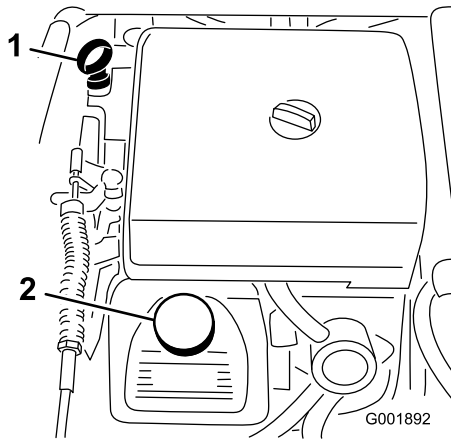

Figura 20
2. Retire la varilla y límpiela con un paño limpio (Figura 20). Introduzca la varilla en el tubo asegurándose de que entre a fondo. Retire la varilla y compruebe el nivel de aceite.
3. Si el nivel de aceite es bajo, retire el tapón de llenado de la cubierta de la válvula (Figura 20) y vierta aceite por el orificio hasta que el nivel llegue a la marca Lleno de la varilla; consulte el tipo y la viscosidad correctos en la sección Mantenimiento del aceite del motor. Añada el aceite lentamente y compruebe el nivel a menudo durante este proceso. No llene demasiado.